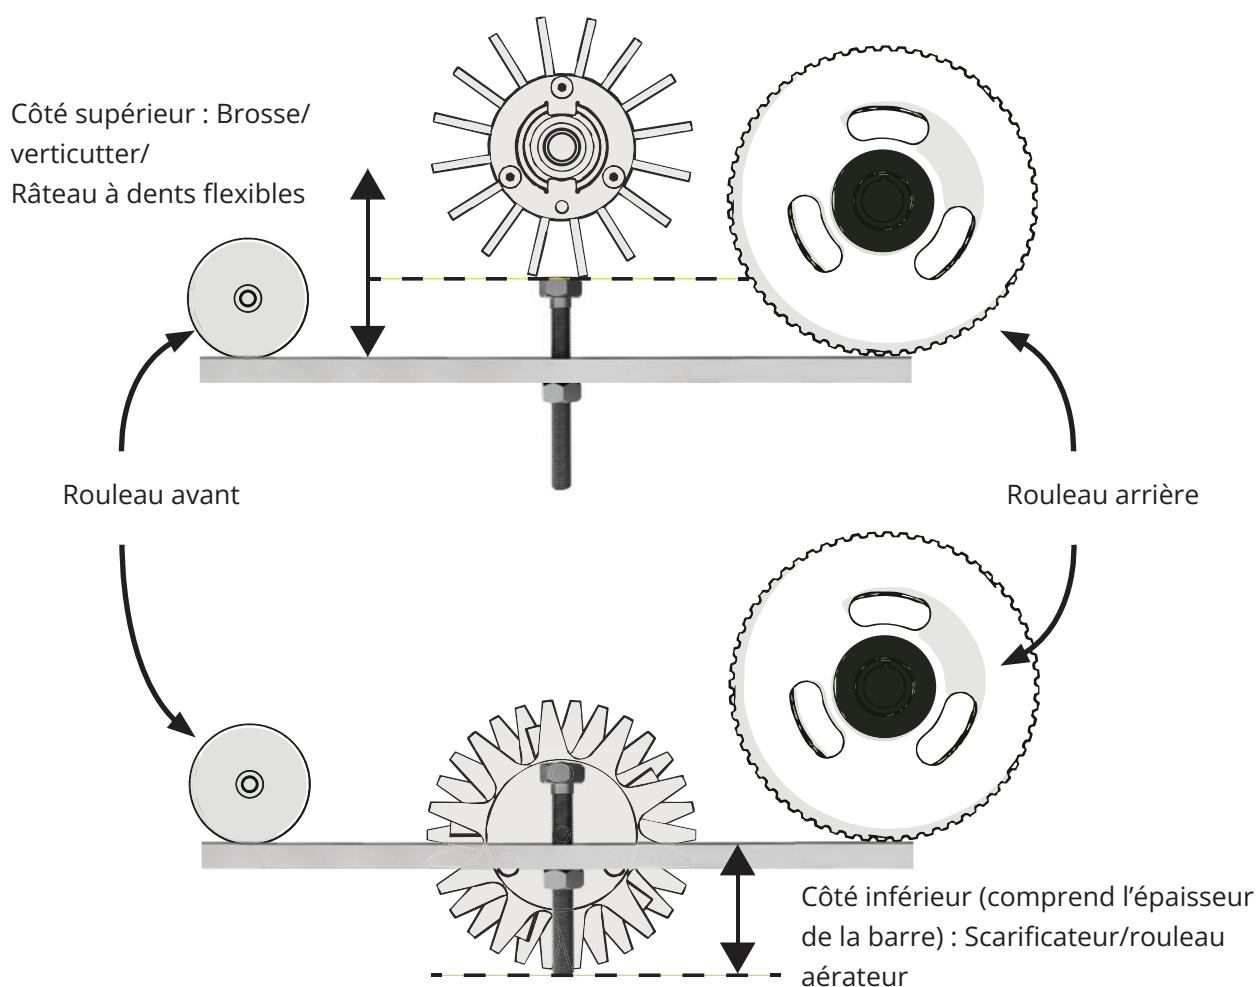

Fig.9. Mesure de la barre de réglage pour les cassettes au-dessus/en dessous du sol.
au-dessus ou en dessous de la barre de réglage (par rapport à la tête ou à l'extrémité, respectivement) corresponde à celle souhaitée (Fig. 9). Remarque :
7. Tournez la roue dentée pour relever ou abaisser le rouleau avant. Lorsque vous procédez à cette opération, placez à nouveau la barre de réglage entre le rouleau avant et le rouleau arrière. Vous pouvez cesser le réglage quand l'extrémité des poils de la brosse ou des lame du verticutter est au même niveau que la tête du boulon, ou bien quand l'extrémité des lames du scarificateur ou des pointes du rouleau aérateur est au même niveau que l'extrémité du boulon. (Fig. 9). Serrez légèrement l'écrou de serrage supérieur.